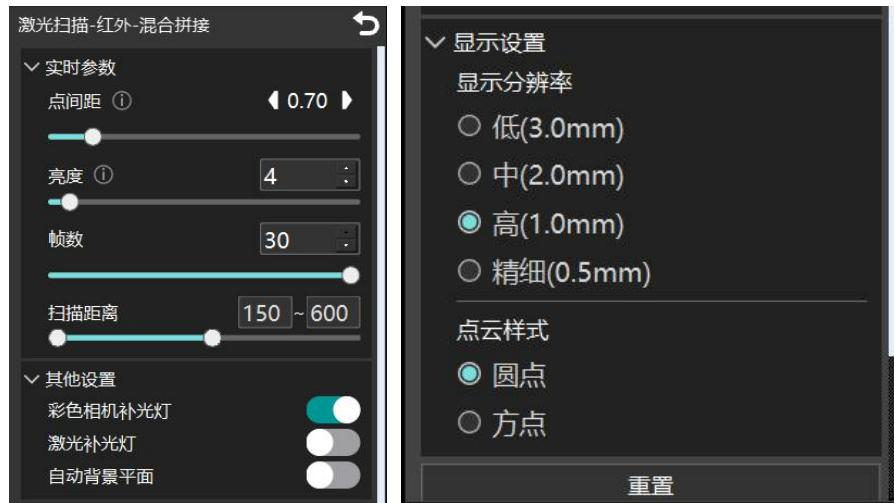

图 7-8 激光混合拼接扫描参数设置界面
置页面如图 7-8 所示。
- **允许增加标记点：**扫描时如果遇到拼接不流畅的情况，可以在标记点稀疏的地方及时补几个点，打开“允许增加标记点”选项后继续扫描（该选项在扫描前和扫描时均可打开），如图 7-8 所示。